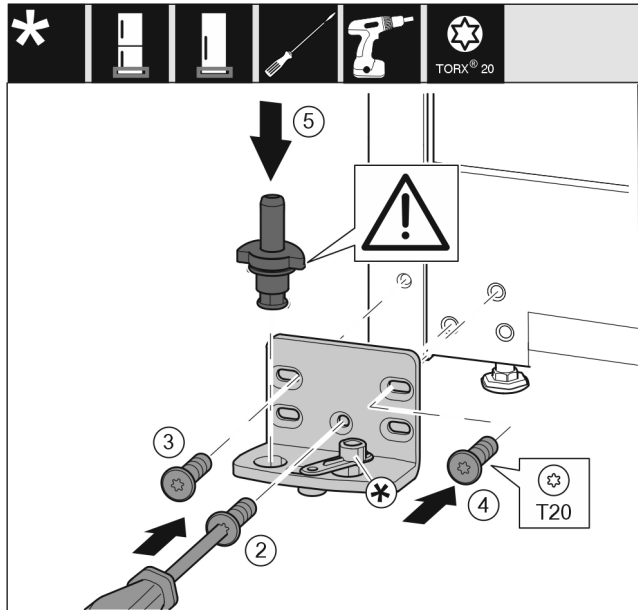

Fig. 25
- ▶ Aseta laakeripukki toiselle puolelle ja ruuvaa se kiinni T20-ruuvimeisselillä. Aloita ruuvilla 2 alhaalta keskeltä. Fig. 25 (2)
- ▶ Kiristä ruuvit 3 ja 4. Fig. 25 (3,4)
- ▶ Aseta laakeripultti kokonaan paikoilleen. Varmista, että lukitusnokka osoittaa taaksepäin. Fig. 25 (5)